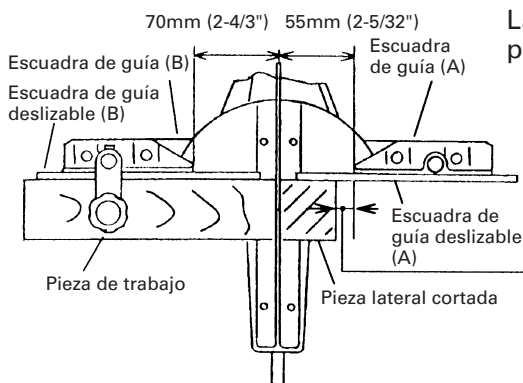

Fig. 19
Las escuadras de guía deslizantes (A) y (B) sirven para estabilizar piezas de trabajo pequeñas como se muestra en la Fig. 19.